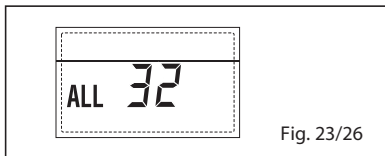

Fig. 23/26
- ANOMALIA COMUNICAÇÃO PLAQUETA RS-485 EM MODALIDADE MODBUS "ALL 33" (fig. 23/27)